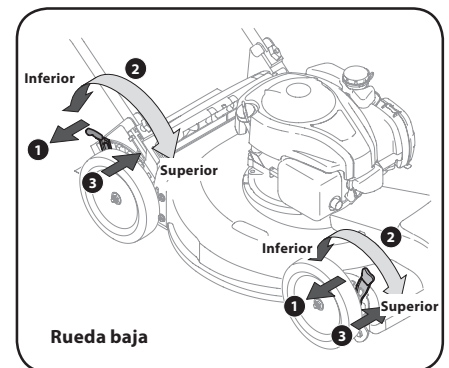
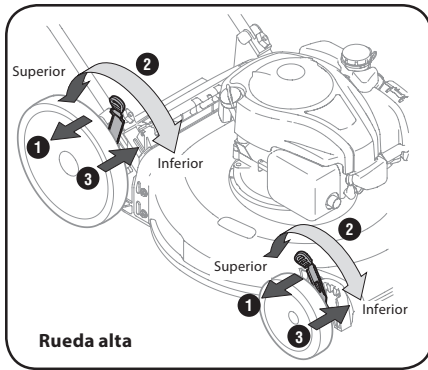

Figura 2-11
Figura 2-12
- Mueva la palanca a la posición deseada para cambiar la altura de corte. Consulte la Figura 2-11 para la rueda baja y la Figura 2-12 la rueda alta.